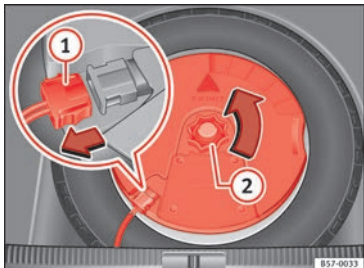

Abb. 231 Im Gepäckraum: Subwoofer ausbauen.
- Klemmen Sie das *Subwoofer*-Lautsprecher-Kabel ab »» **Abb. 231** ①.
- Drehen Sie das Befestigungshandrad entgegen dem Uhrzeigersinn heraus »» **Abb. 231** ②.